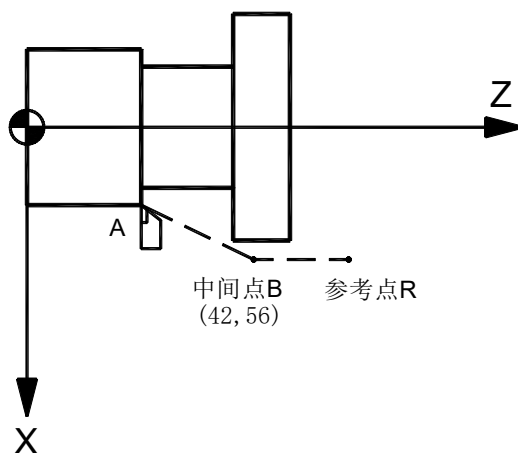

图 2-11
- (1) 通过系统参数#0302 开放各轴回零功能;
- (2) 以快速回零速度由系统参数#0311 设定从当前位置定位到指令轴的中间点位置 (A 点—B 点), 如图 2-11;
- (3) 执行回机械零点动作 (B 点—R 点);
- (4) 回零动作执行完成后, NC 会清除 G50 和机床清除操作产生的坐标偏置;